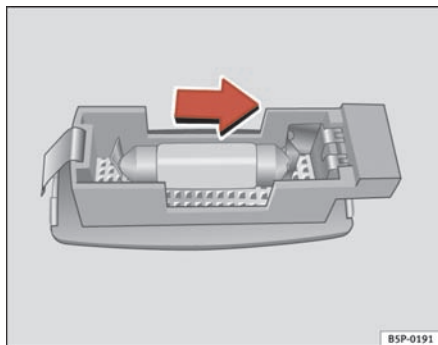

Fig. 203 Sådan tages pæren ud af solskærmen.
- Fjern forsigtigt lampeglasset med en flad skruetrækker som vist på billedet ⇒ fig. 203.
- Tag pæren ud i pilens retning ⇒ fig. 203. ■